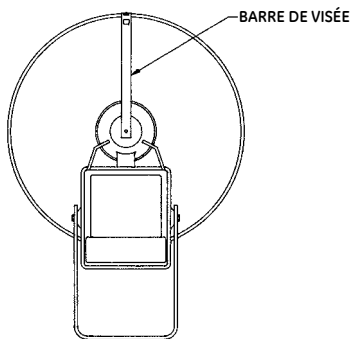

FIGURE 5A
4. Faites tourner la barre de visée jusqu'à la position appropriée (voir la figure 5A).
6. Faites tourner la barre de visée jusqu'à la position appropriée (voir la figure 5A).